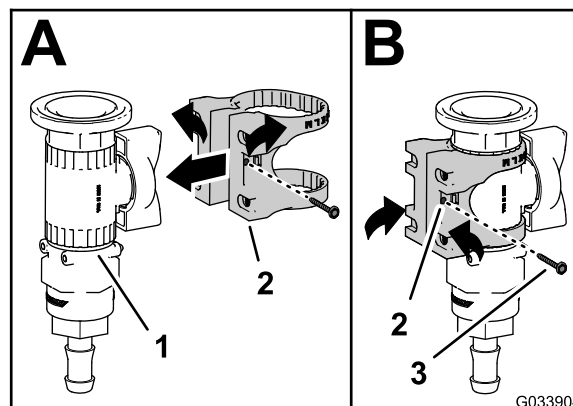

Bild 11
1. Befestigen Sie die Ventilhalterung am Regelventil, wie in A in Bild 11 abgebildet.
2. Befestigen Sie die Ventilbefestigung mit dem Bundbolzen (Nr. 6) am Regelventil und ziehen es mit der Hand an (B in Bild 11).